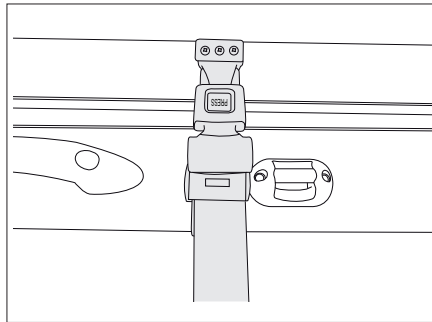

Fig. 165 Cintura di ritegno
- Allentare la cintura di ritegno (Fig. 165).
- Applicare la cintura di ritegno (Fig. 165).